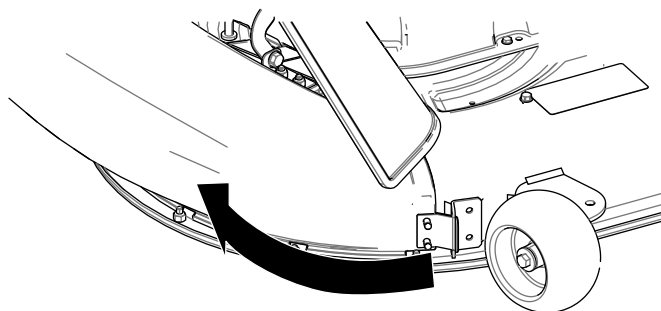

Figura 21
2. Rode a calha para trás e na direção da plataforma para que a calha fique alinhada com a plataforma do cortador (Figura 21).